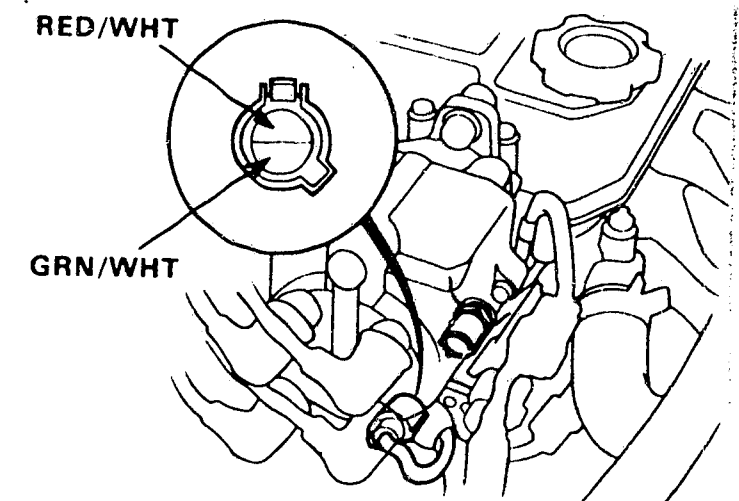

Bild 27 Spannungsmessung am abgezogenen TW-Stecker.
- Dieser lässt sich gemäss Abschnitt A 2.4.1a und Bild 4 prüfen. Ist er i.O., Sicherung Nr. 5 für 10s herausnehmen. Prüfkabelbaum am ECU anschliessen und Spannung zwischen den Kl. C6(+) und C12(-) messen. Beträgt sie nicht 5V, sind die Anschlüsse am ECU und TW-Sensor auf Unterbrechung zu prüfen. Beträgt die Spannung am abgezogenen TW-Stecker (Bild 27) zwischen RED/WHT (+) und GRN/WHT(-) 5V ist die Prüfung mit einem neuen ECU zu wiederholen und ein neues ECU einzubauen, wenn das Symptom verschwindet.